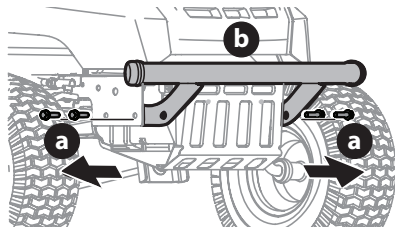

Figure 56
- Retirez les quatre vis hexagonales (a) qui maintiennent le pare-chocs avant en place (Figure 56).